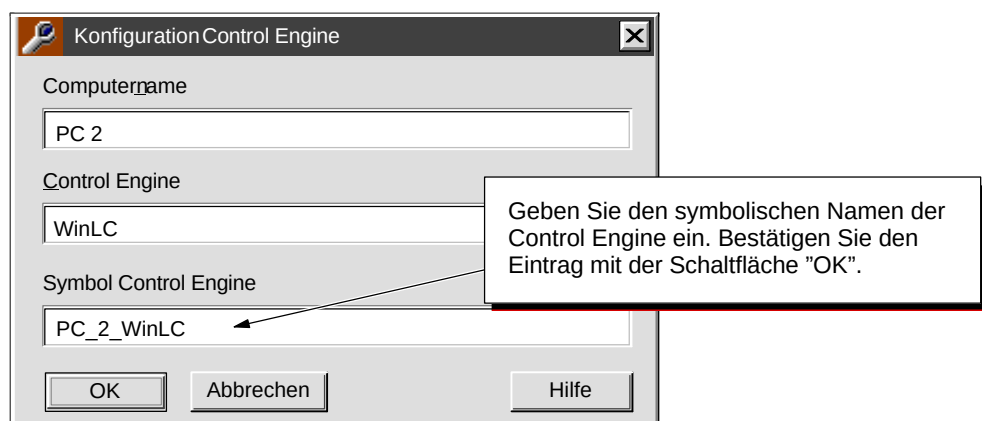

Bild 9-10 Einrichten einer Control Engine für entfernten Zugriff
3. Tragen Sie, wie in Bild 9-10 gezeigt, den symbolischen Namen der Control Engine in das Feld "Symbol Control Engine" ein. Zum Beispiel kann der symbolische Name der in Bild 9-10 gezeigten Control Engine in PC2WinLC geändert werden.